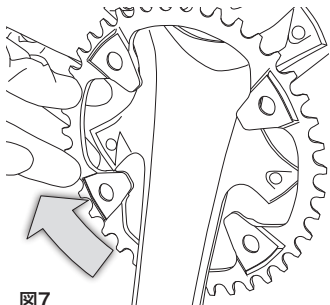

図7
- クランクセットからチェーンリングを外します。その際、クランクセットを傷付けないように注意します(図7)。